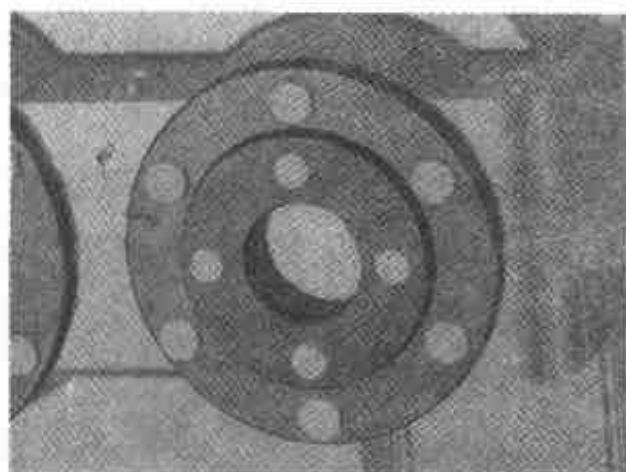

图 3.179 高速轴的端盖紧固
(8) 安装高速轴上的可通透端盖上的螺栓, 结果如图 3.179 所示。